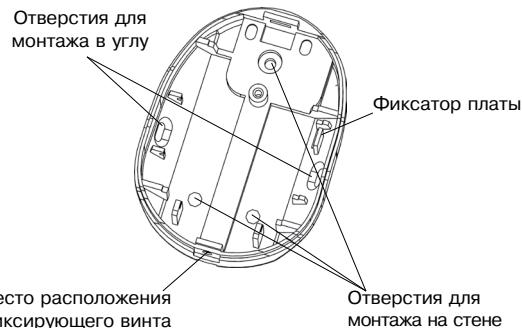

Рисунок 2 – Основание извещателя
- снимите печатную плату, откав удерживающий ее фиксатор (см. рисунок 2);
- просверлите в основании корпуса отверстия (см. рисунок 2), которые будут использоваться для крепления извещателя;